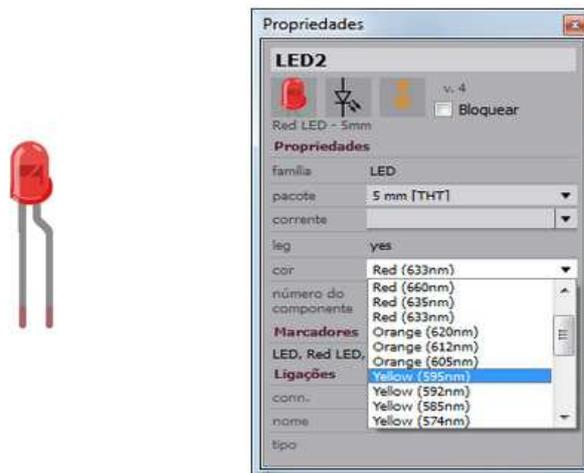

Figura D.9: Propriedades do LED
- 3 LEDs. Pesquise por "led". Note que apenas a cor vermelha estará disponível na janela de componentes. Arraste 3 LED vermelhos como o da Figura D.9 para a área de trabalho do Fritzing. Clique em qualquer um dos LEDs da área de trabalho. Na janela propriedades, clique na caixa de seleção da propriedade "Cor" e altere a cor do LED.